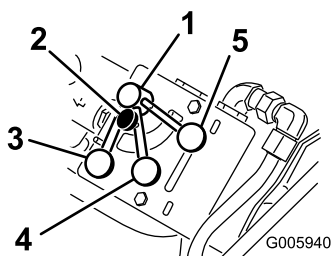

Figure 10
Les équipements hydrauliques du groupe de déplacement (c.-à-d. transmission aux roues, bras du godet et basculement d'accessoire) utilisent un circuit hydraulique indépendant du circuit hydraulique auxiliaire qui commande les accessoires. Les deux circuits partagent cependant les mêmes pompes hydrauliques. La commande du diviseur de débit (Figure 10) permet de varier la vitesse des équipements hydrauliques du groupe de déplacement en déviant le débit hydraulique vers le circuit hydraulique auxiliaire. Il permet aussi de diviser plus ou moins le débit de liquide pour ralentir le groupe de déplacement. Ainsi, plus vous dirigez de liquide hydraulique vers le circuit auxiliaire, plus les équipements hydrauliques du groupe de déplacement seront actionnés lentement.
**Remarque:** Le diviseur de débit peut être bloqué en position en tournant le bouton situé sur la commande dans le sens horaire jusqu'à ce qu'il touche le cadran (Figure 10).